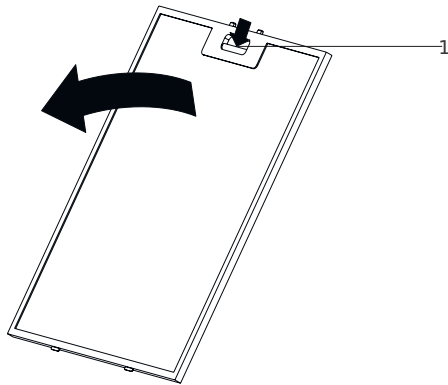

Fig. 8
- Tryk på aluminium filterflappen (1) og træk filteret i pilens retning (Fig. 8).